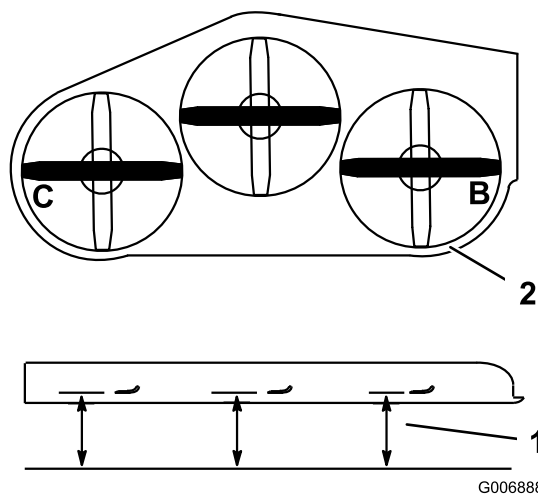

Figure 79
4. Mesurez la distance aux points **B** et **C** entre une surface plane et le bord coupant des pointes des lames (Figure 79).